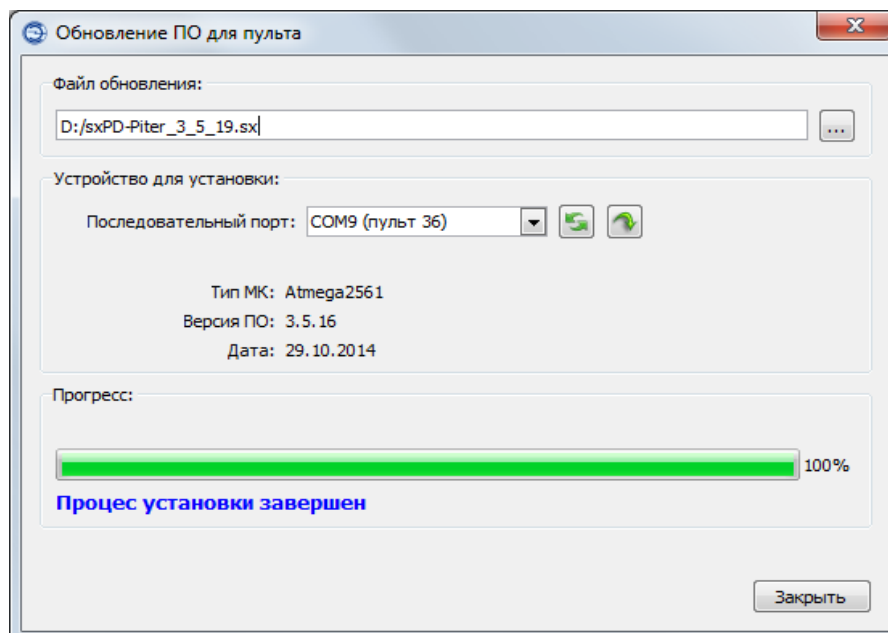

Рисунок 4.33 – Окно завершения процесса обновления
- 5) по завершению обновления под строкой прогресса появится соответствующая надпись (см. рисунок 4.33);